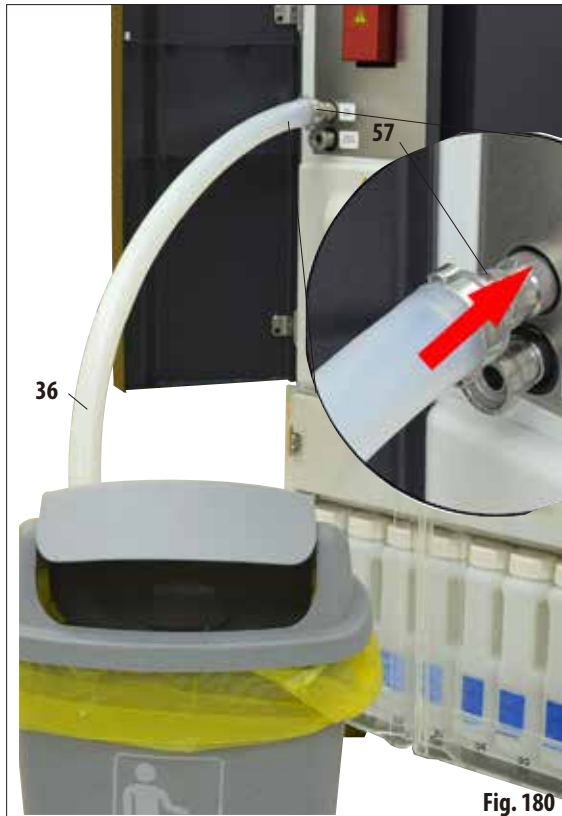

Fig. 180
- Conectar el tubo de vaciado de parafina (36) a la tubuladura (57) de salida de parafina situada en la parte delantera del equipo y llevarlo hasta un recipiente colector (fig. 180).